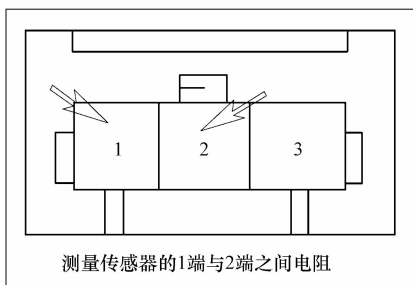

图 4-39 别克凯越 1.6L 轿车曲轴位置传感器插头
1) 关闭点火开关，断开曲轴位置传感器插头（图 4-39），测量传感器的 1 端与 2 端之间的电阻应有 $400 \sim 600 \Omega$ 。如果不在此数值范围，可判定曲轴位置传感器本身存在故障，应更换传感器。曲轴位置传感器的两根信号线与屏蔽线是绝缘的。